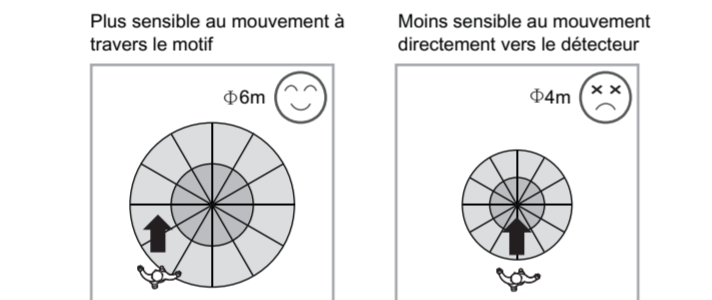

FIG. 3
3.1.2 Faites attention à la direction de marche dans la procédure de test, la zone de détection transversale du détecteur est à $\Phi 6m$, et le devant du détecteur est $\Phi 4m$ (voir la FIG. 3).